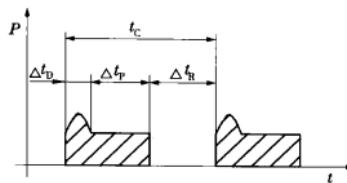

图 2 S4 工作制
3) S4 工作制——包括起动的断续周期工作制。按一系列相同的工作周期运行,每一周期包括一段对温升有显著影响的起动时间,一段恒定负载运行时间和一段停机和断能时间(见图 2)。